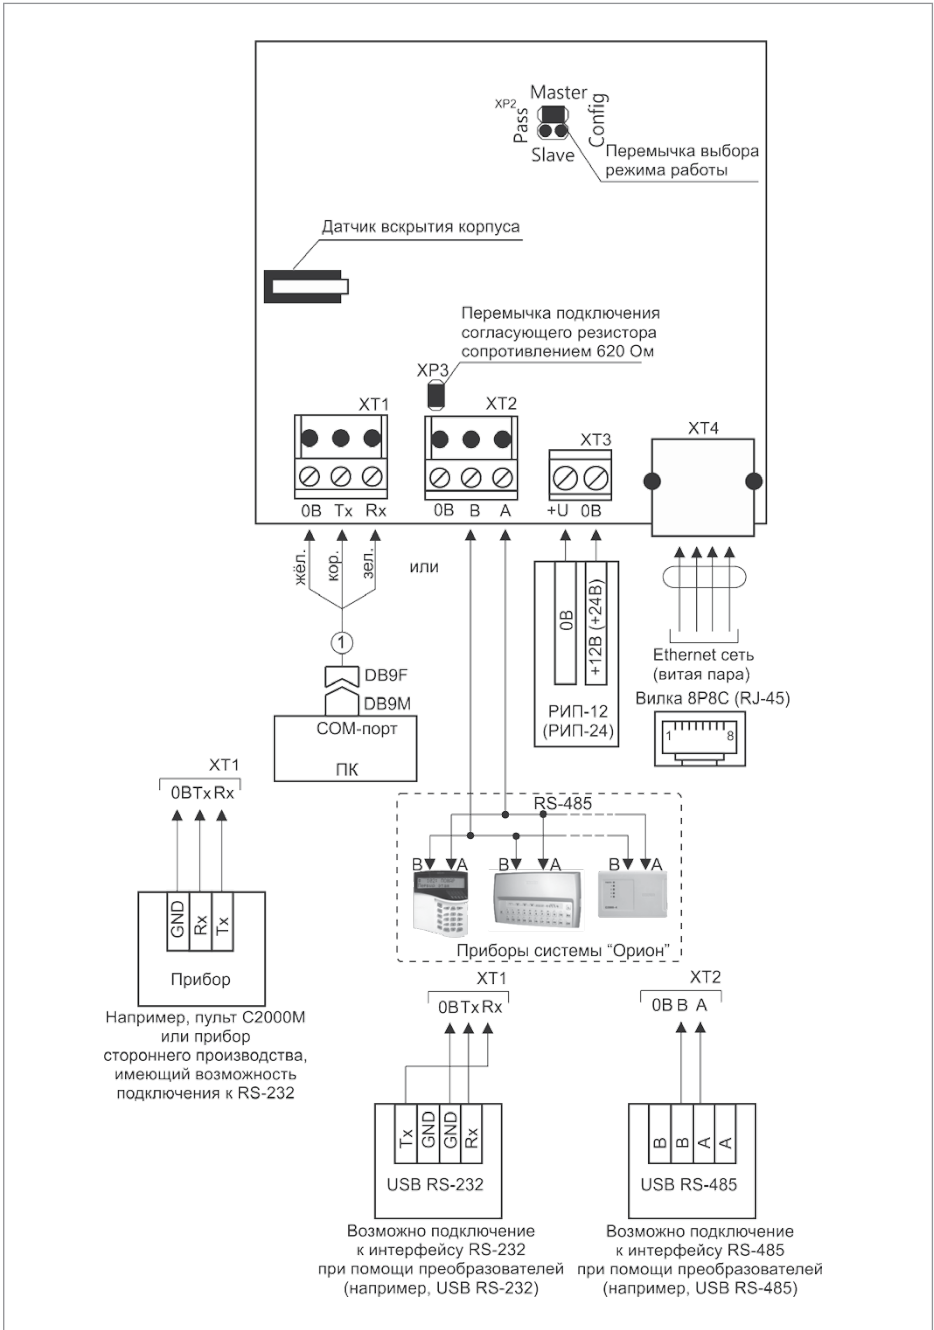

Рисунок 1. Схема подключения «C2000-Ethernet»
1.3. Подключите преобразователь в соответствии с проектной документацией и схемой на Рисунок 1.